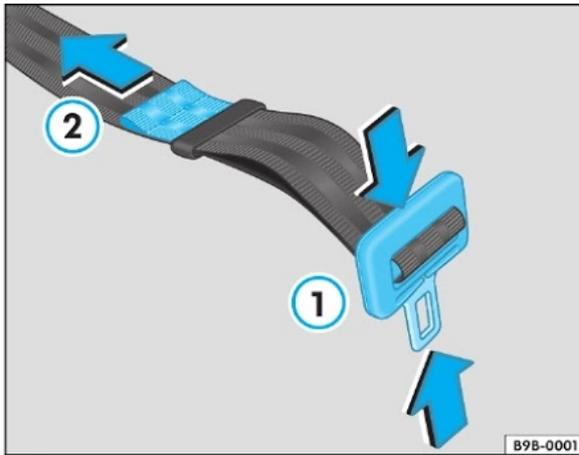

Fig. 11 Cinto subabdominal
- Pressione a lingueta conforme ilustrado ⇒ fig. 11 ① -setas- e alongue totalmente o cinto.
- Aperte a lingueta contra o fecho e puxe a extremidade ⇒ fig. 11 ② até atingir uma folga máxima de 3 dedos (5 cm) na região subabdominal.